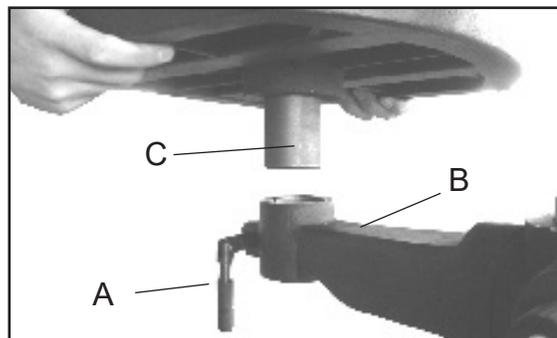

Figure 14
3. S'il n'est pas préinstallé à l'usine, installez le petit levier de blocage (#7A, Figure 14, A) sur le joint à l'avant du support de table (#9A, Figure 14, B).
4. Insérez le poteau de la table (C) dans le support de table (B) tel qu'illustré à la figure 14. Serrez le levier de blocage (A) pour fixer la table en place.